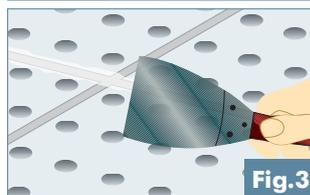

Fig.3
- Cuando la pasta se ha fraguado, aplicar otra capa de pasta con una pequeña espátula para alisar la superficie de la junta (fig.3).